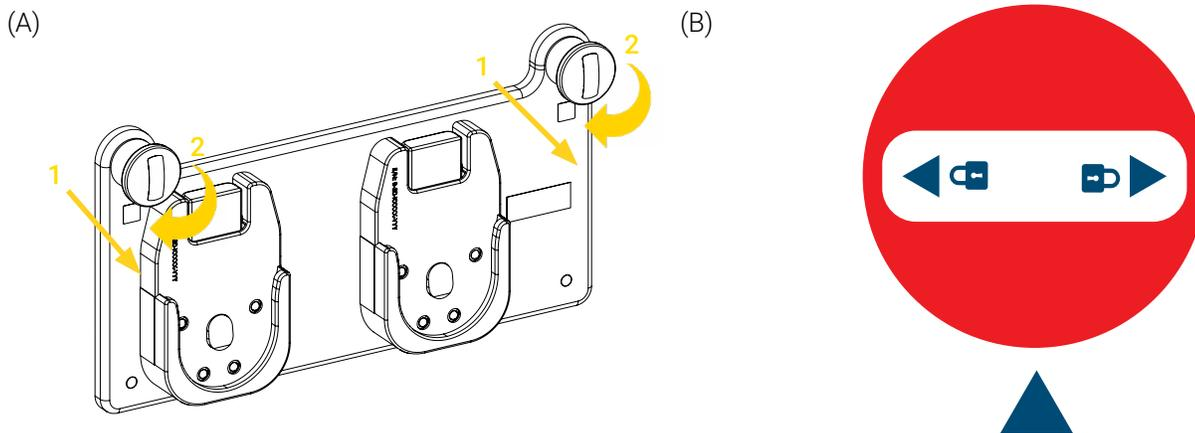

Figure 11: Déverrouillage du système de support (Plaque de Fixation - FL avec Micro Bases illustrée)
3. Soulever et tourner les deux (2X) verrous rotatifs dans le sens horaire ou antihoraire jusqu'à ce que l'indicateur ▲ soit désaligné par rapport à la position de verrouillage 🔒 pour déverrouiller le système de support (Figure 11).